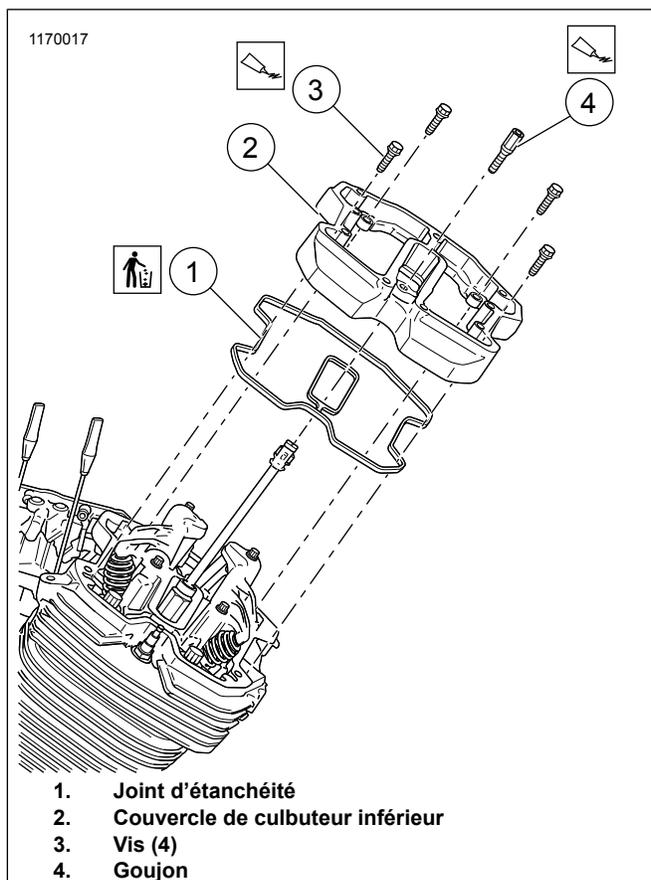

Figure 7. Couvercle de culbuteur inférieur
1. Voir la Figure 7. Retirez les vis (3) et le goujon (4).
1. Voir la Figure 7. Installer le **nouveau** joint (1).
2. Installez le couvercle inférieur du culbuteur (2).
3. Appliquer filetage sur les vis (3) et le goujon (4).